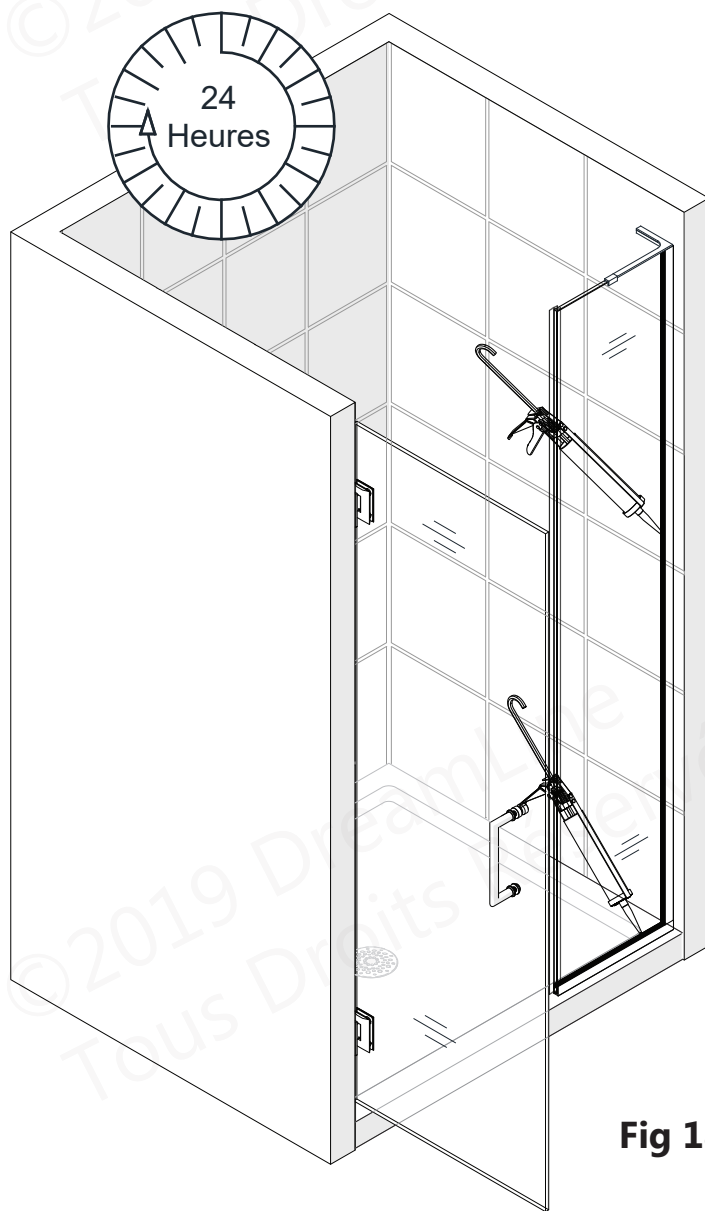

Fig 18
18. À partir de l'intérieur de la douche, appliquez un silicone de qualité supérieure, résistant à l'eau et à la moisissure, le long de la jonction des deux profilés en U avec le mur et avec le seuil. **(Fig 18)**